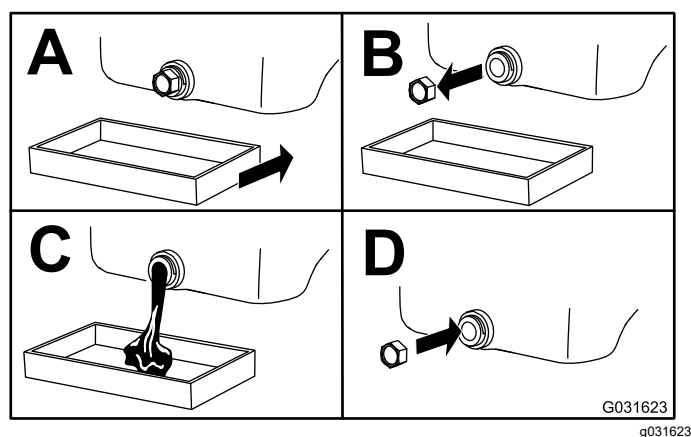

Figure 41
4. Vidangez l'huile moteur, comme montré à la Figure 41.